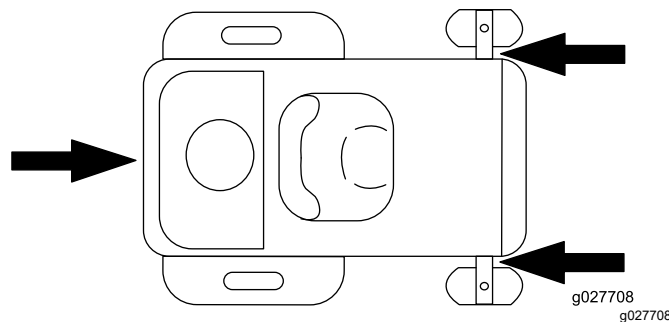

Figura 34
6. Legați maina de lângă roile pivotante față, folosind curele, lanuri, cablu sau frânhii (Figura 34). Consultați prevederile locale referitoare la fixare.